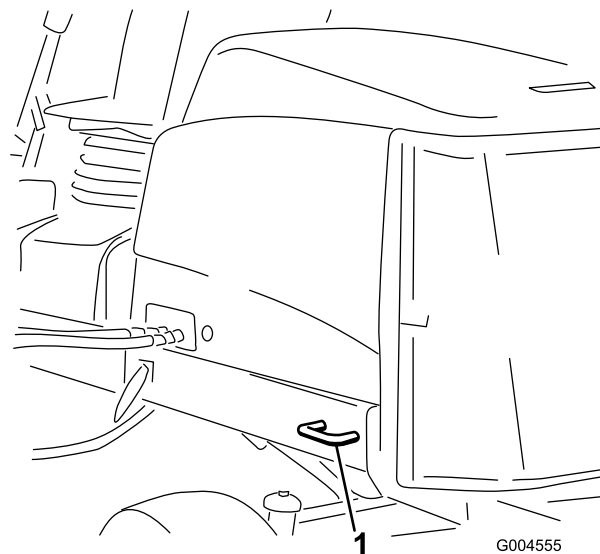

Figure 26
- **Arrière de la machine** – de chaque côté de la machine sur le cadre arrière (Figure 26)